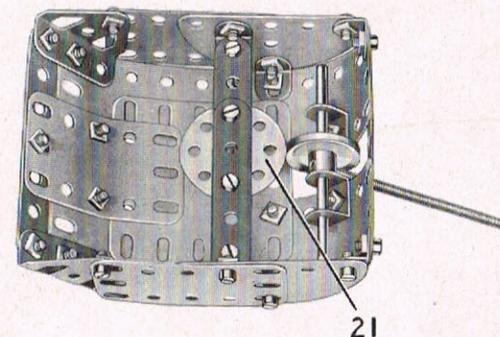

Fig. 5.16b
Chaque côté de la tourelle (fig. 5.16b) est constitué par une plaque semi-circulaire, une plaque flexible de 6×4 cm. et une embase triangulée coudée. Les côtés sont réunis à chaque extrémité par une bande de 7 trous, et le dessus est formé par deux plaques flexibles de 14×4 cm., une de 6×4 cm., et une de 6×6 cm. Le dessus est boulonné sur les embases triangulées coudées et sur des équerres fixées aux côtés. Une roue barillet (21) est boulonnée à deux bandes de 5 trous tenues sur les côtés par des équerres. Le canon est une tige filetée vissée dans le moyeu d'une poulie de 25 mm. Cette dernière est fixée sur une tringle de 9 cm. qui passe dans deux supports doubles. L'antenne de radio est une tige filetée tenue par deux écrous, et la porte de la tourelle est figurée par deux disques de 35 mm. Une tringle de 4 cm., bloquée dans la roue barillet (21) passe dans la poulie (12) et est tenue en place par une clavette. La tourelle est tenue écartée du tank par une poulie folle de 12 mm. et six rondelles.